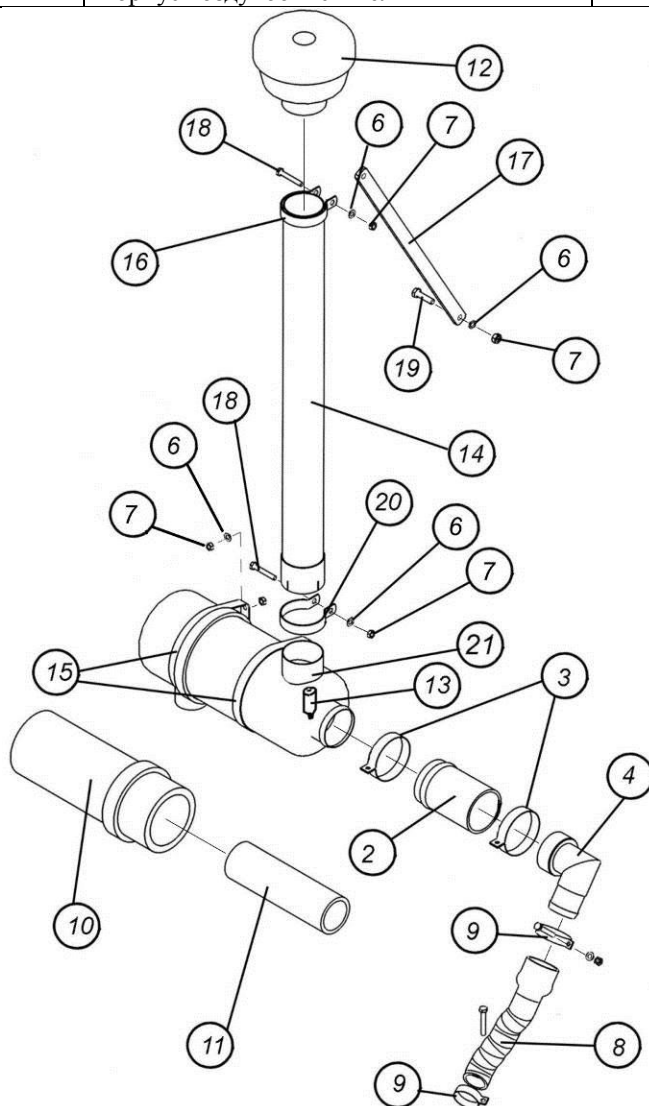

Рис. 7.2.4. Узлы и детали воздухоочистителя
7.2.4. Воздухоочиститель-2006 (рис. 7.2.4)